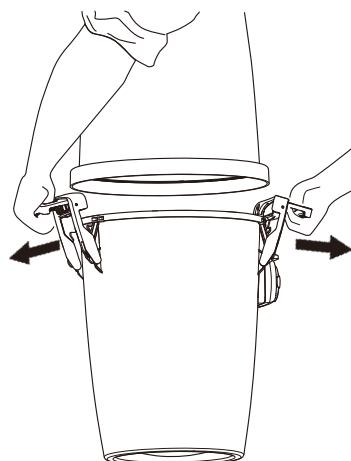

Fig. 20
1. Løsn de to håndtag, der klemmer på støvbeholderen. Håndtagene løsnes let ved at løfte dem så langt op, de kan. Frigør beholderen ved at trække håndtagene udad og væk fra beholderen, se fig. 20.